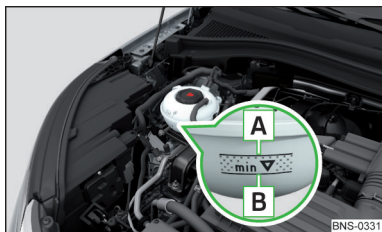

Fig. 327
Vérifier le niveau du liquide de refroidissement - Le niveau du liquide de refroidissement doit être compris entre les repères **A** et **B** » fig. 327. Si le niveau de liquide de refroidissement se situe sous le marquage **B**, remplissez de liquide de refroidissement.
Les **spécifications** du liquide de refroidissement sont mentionnées sur l'emballage du liquide de refroidissement » fig. 327.
- Ne versez pas le liquide de refroidissement au-delà de la marque **A** » fig. 327. En cas de réchauffement, le liquide de refroidissement pourrait être pressé hors du système de refroidissement - risque d'endommagement des pièces du moteur.